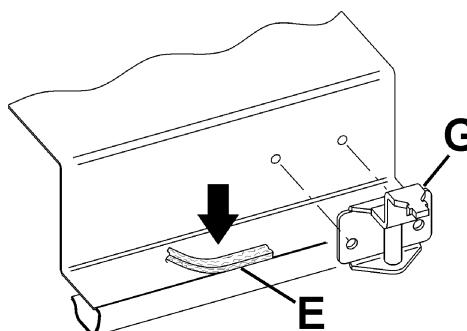

FIG. 6
- extraír os ganchos "G" da embalagem e instalá-los segundo o esquema da fig. 6.
- Posicionar correctamente a guarnição "E" (fig. 6) embaixo da borda da superfície, de modo que o lado externo da própria guarnição coincida perfeitamente com a borda perimetral externa da superfície. As extremidades das fitas devem coincidir sem se acavalar;